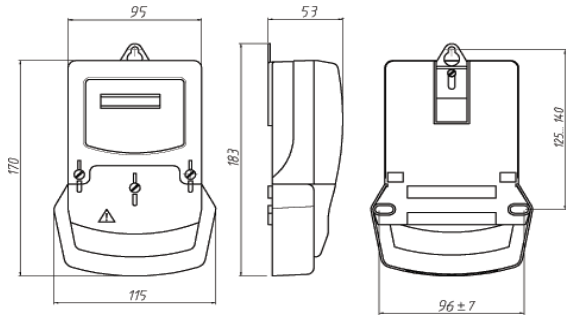

Рисунок 1 - Загальний вигляд лічильника ЦЭ6807Б-У в корпусі Ш6
**2.1.11** Загальний вигляд, габаритні та установчі розміри лічильника наведені на рис. 1.